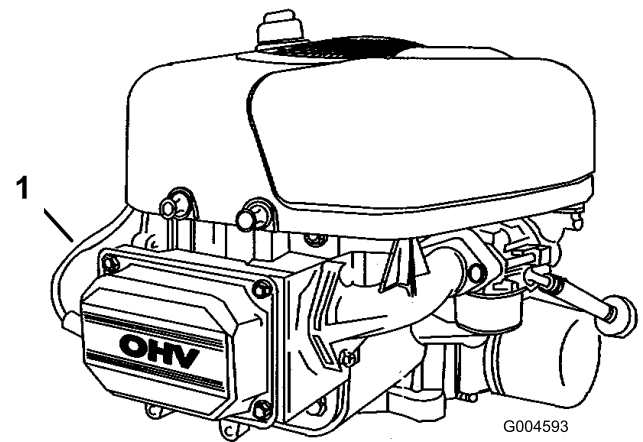

Figura 23
7. Desconecte el cable de la bujía (Figura 23).
3. Conecte el cable de la bujía (Figura 23).